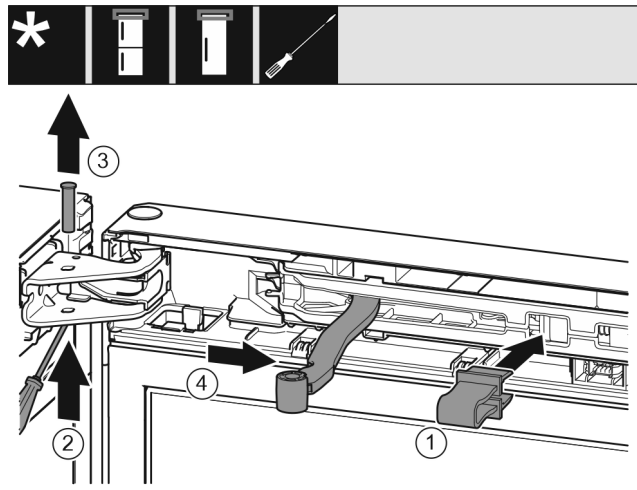

Fig. 6
- ▶ Kapni siguresën në vrimën përkatëse. Fig. 6 (1)
- ▶ Shtyni jashtë bulonin me një kaçavidë. Fig. 6 (2)
- ▶ Nxirreni jashtë bulonin duke e ngritur lart. Fig. 6 (3)
- ▶ Rrotulloni menteshën në drejtimin e derës. Fig. 6 (4)